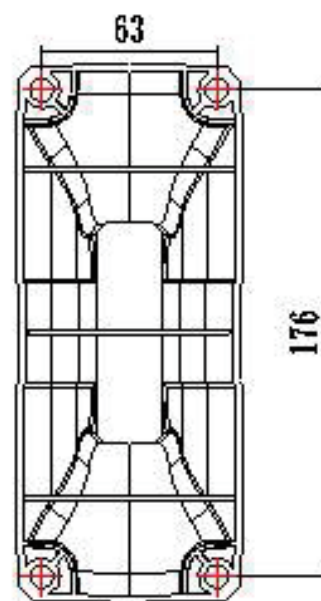

Fig.2
3. Use el soporte de montaje como plantilla para marcar la posición de los tornillos y taladre cuatro agujeros en la pared (Fig.2).